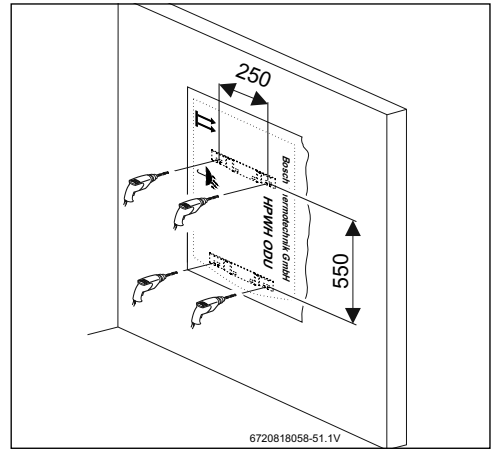

Fig. 14 Montage sur des murs robustes (190 l)
- ▶ Déterminer la position des vis du support mural conformément aux dimensions indiquées dans la figure 14.